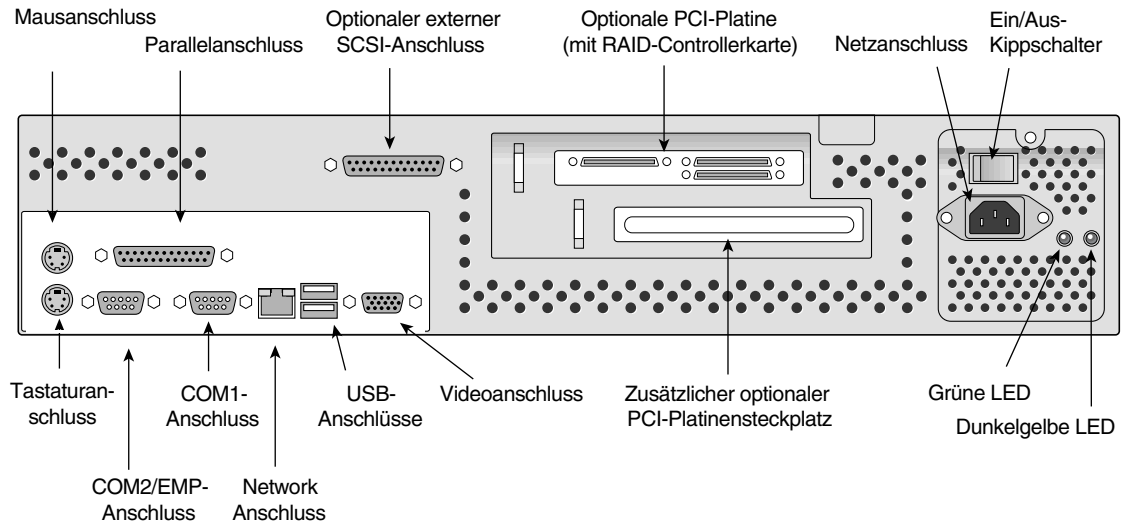

Abbildung 2 SGI 1200-Server: Anschlüsse und Steuerelemente (Rückseite)
6. Verbinden Sie die gewünschten Peripheriegeräte mit den entsprechenden Anschlüssen, wie in Abbildung 2 dargestellt: